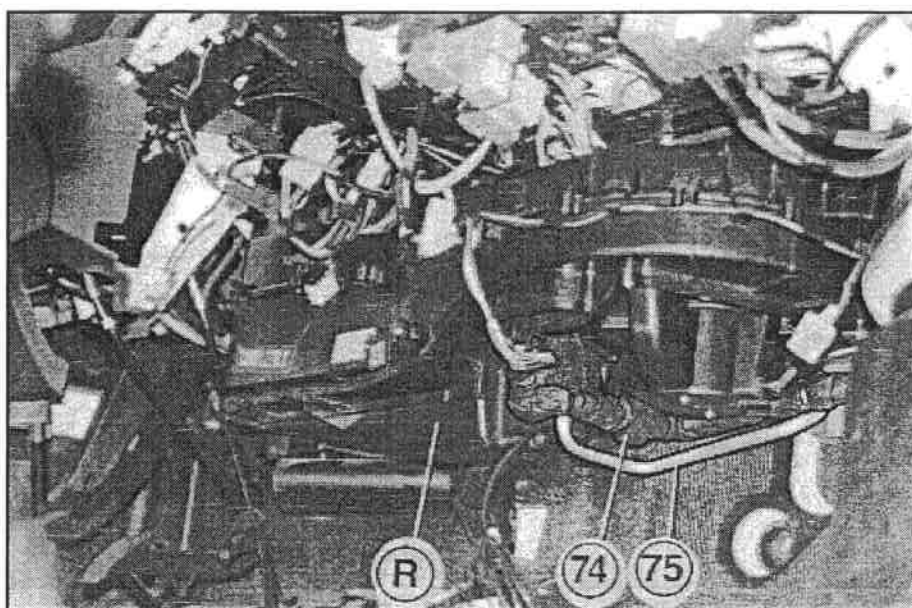

FIG. 47
- I** Eseguire sulla flangia originale «K» il foro asolato «i» necessario al passaggio dei raccordi della batteria evaporante in uscita dall'abitacolo (vedi fig. 47) seguendo le indicazioni di figura, riferite al foro originale «m». Forare Ø35 mm nel punto «n», al centro di impronta esistente sul lato posteriore. Forare Ø22 mm nel punto «o» al centro di impronta esistente sul lato posteriore, ed in asse con il foro originale «p».
- F** Effectuer sur la bride originale «K» le trou en boutonnière «i» nécessaire pour le passage des raccords de la batterie évaporateur en sortie de l'habitacle (voir fig. 47), en suivant les indications de la figure, se référant au trou original «m». Percer Ø35 mm au niveau du point «n», au centre de l'empreinte existante sur le côté postérieur. Percer Ø22 mm au niveau du point «o», au centre de l'empreinte existante sur le côté postérieur et en axe avec le trou original «p».
- GB** On the original flange «K» prepare the slotted hole «i» required for passage of the evaporating unit connections passed out of the passenger compartment (see Fig. 47). Follow the indications given in the figure taking the original hole «m» as reference. At point «n» in the center of the imprint found on the back, drill Ø35 mm. At point «o» in the center of the imprint found on the back, drill Ø22 mm; it must also be in axis with the original hole «p».
- D** Auf Original-Flansch «K» Schlitzöffnung «i» unter Befolgung der Anleitungen der Abbildung zur Originalbohrung bezogen ausführen. Diese ist für den Durchgang der Anschlüsse des Wärmetauschers am Austritt des Fahrzeugs notwendig (siehe Abb. 47). Im Punkt «n» in der Mitte der Markierung auf der hinteren linken Seite Ø35 mm bohren. Im Punkt «o» in der Mitte der Markierung auf der hinteren Seite und auf der Achse mit der Original-Bohrung «p» Ø22 mm bohren.
- E** Efectuar en la brida original «K» la ranura «i» necesaria para el pasaje de los empalmes de la batería evaporante a la salida del habitáculo (ver fig. 47) siguiendo las indicaciones de la figura, referidas al orificio original «m». Perforar Ø35 mm en el punto «n», al centro de la impresión existente en el lado posterior. Perforar Ø22 mm en el punto «o» al centro de la impresión existente en el lado posterior, y en la misma línea del orificio original «p».
- I** Eseguire sulla flangia originale «K» il foro asolato «i» necessario al passaggio dei raccordi della batteria evaporante in uscita dall'abitacolo (vedi fig. 47) seguendo le indicazioni di figura, riferite al foro originale «m». Forare Ø35 mm nel punto «n», al centro di impronta esistente sul lato posteriore. Forare Ø16 mm nel punto «o» al centro di impronta esistente sul lato posteriore, ed in asse con il foro originale «p».
- F** Effectuer sur la bride originale «K» le trou en boutonnière «i» nécessaire pour le passage des raccords de la batterie évaporante en sortie de l'habitacle (voir fig. 47), en suivant les indications de la figure, se référant au trou original «m». Percer Ø35 mm au niveau du point «n», au centre de l'empreinte existante sur le côté postérieur. Percer Ø16 mm au niveau du point «o», au centre de l'empreinte existante sur le côté postérieur et en axe avec le trou original «p».
- GB** On the original flange «K» prepare the slotted hole «i» required for passage of the evaporating unit connections passed out of the passenger compartment (see Fig. 47). Follow the indications given in the figure taking the original hole «m» as reference. At point «n» in the center of the imprint found on the back, drill Ø35 mm. At point «o» in the center of the imprint found on the back, drill Ø16 mm; it must also be in axis with the original hole «p».
- D** Auf Original-Flansch «K» Schlitzöffnung «i» unter Befolgung der Anleitungen der Abbildung zur Originalbohrung bezogen ausführen. Diese ist für den Durchgang der Anschlüsse des Wärmetauschers am Austritt des Fahrzeugs notwendig (siehe Abb. 47). Im Punkt «n» in der Mitte der Markierung auf der hinteren linken Seite Ø35 mm bohren. Im Punkt «o» in der Mitte der Markierung auf der hinteren Seite und auf der Achse mit der Original-Bohrung «p» Ø16 mm bohren.
- E** Efectuar en la brida original «K» la ranura «i» necesaria para el pasaje de los empalmes de la batería evaporante a la salida del habitáculo (ver fig. 47) siguiendo las indicaciones de la figura, referidas al orificio original «m». Perforar Ø35 mm en el punto «n», al centro de la impresión existente en el lado posterior. Perforar Ø16 mm en el punto «o» al centro de la impresión existente en el lado posterior, y en la misma línea del orificio original «p».